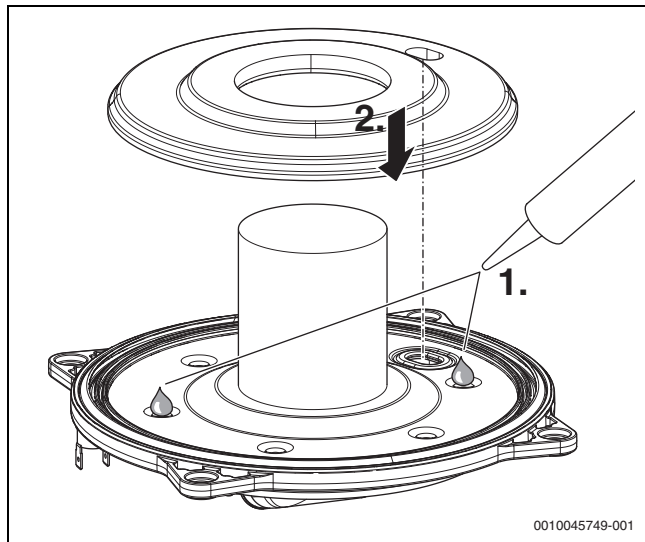

Fig. 62 Aplicar pegamento de silicona y colocar el nuevo aislamiento
- Aplicar adhesivo termorresistente de silicona (silicona termorresistente (>250 °C)) en ambas ranuras, tal como se lo visualiza en → fig. 62.